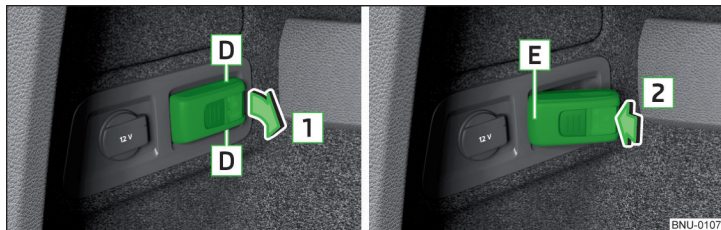

Fig. 149 Retirar la lámpara / Introducir la lámpara
- ▶ Para **retirar** la lámpara en la zona **D** y pivótela en el sentido de la flecha **1** » fig. 149.
- ▶ Para **colocar**, colocar primero la lámpara con la parte trasera **E** en el soporte » fig. 149 y luego presionar la lámpara en sentido de la flecha **2**, hasta que se escuche el sonido de encaje.